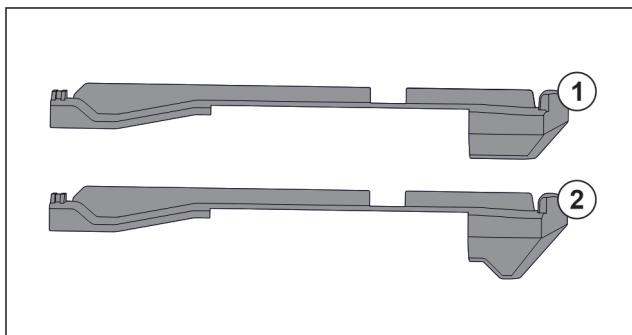

Fig. 149 Vergleich der Aufsteckteile
Im Gerät befinden sich zwei unterschiedliche Aufsteckteile. Das Aufsteckteil über dem untersten Schubfach Fig. 149 (2) hat eine dreieckige Kante. Alle anderen Aufsteckteile Fig. 149 (1) haben eine gerade Kante.
- Aufsteckteil Fig. 149 (2) mit der dreieckigen Kante über dem untersten Schubfach anbringen.
- Aufsteckteil Fig. 149 (1) mit der geraden Kante an allen anderen Stellen anbringen.